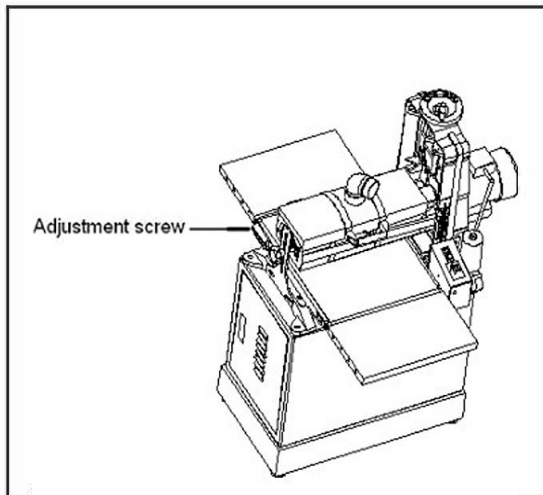

Fig 11
1. Justeringsskruvarna för bältesspårning sitter på både insidan och utsidan på maskinens bakre del. (Se fig 11 och 12)